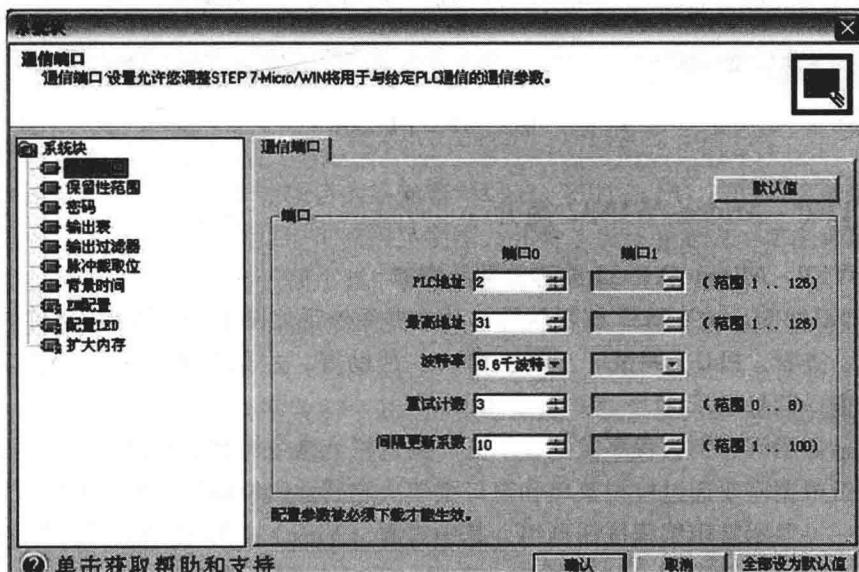

图 1-11 通信参数设置对话框
② 单击“通信端口”选项，检查各参数，确认无误后单击“确认”按钮，如图 1-11 所示。若需要修改某些参数，可以先进行有关修改，再单击“确认”按钮。